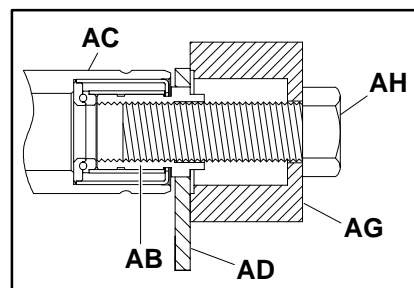

Figure 15
Mettez en place l'outil d'extraction (AG de la figure 15), numéro de pièce ★25-09, sur l'entretoise de maintien (AB de la figure 15).
Insérez la visse filetée spéciale (AH de la figure 15), numéro ★906-278, au dessus de l'extracteur du palier (AG) et dans l'entretoise de retenue (AB).